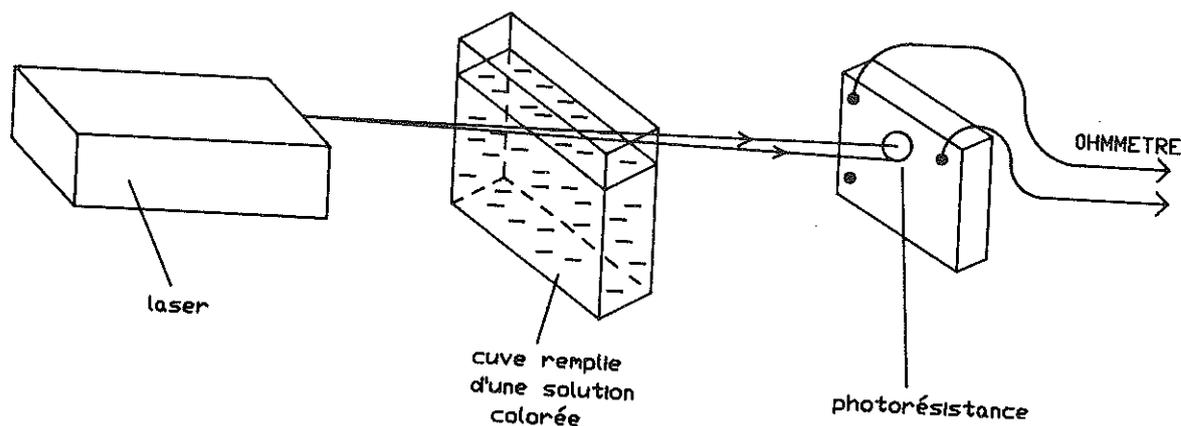

figure 28 : Détermination de la concentration d'une solution colorée par absorption
- placer dans le faisceau une cuve en verre remplie d'une solution décimolaire de permanganate de potassium (solution étalon); mesurer la résistance R du photorésistor (figure 28).
- introduire dans le faisceau la cuve contenant une solution-étalon par exemple celle de concentration : a = 0,025 mol/l (se reporter à la figure 28); mesurer la valeur de la résistance R du photorésistor.